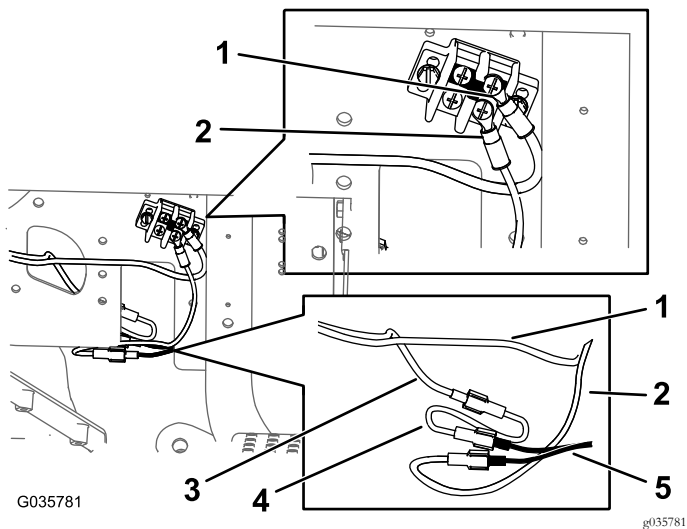

图15
- C. 将线束环形端子和接地适配器线束连接到地线盒 图15。
- D. 将电源适配器线束连接至套件线束 图15。